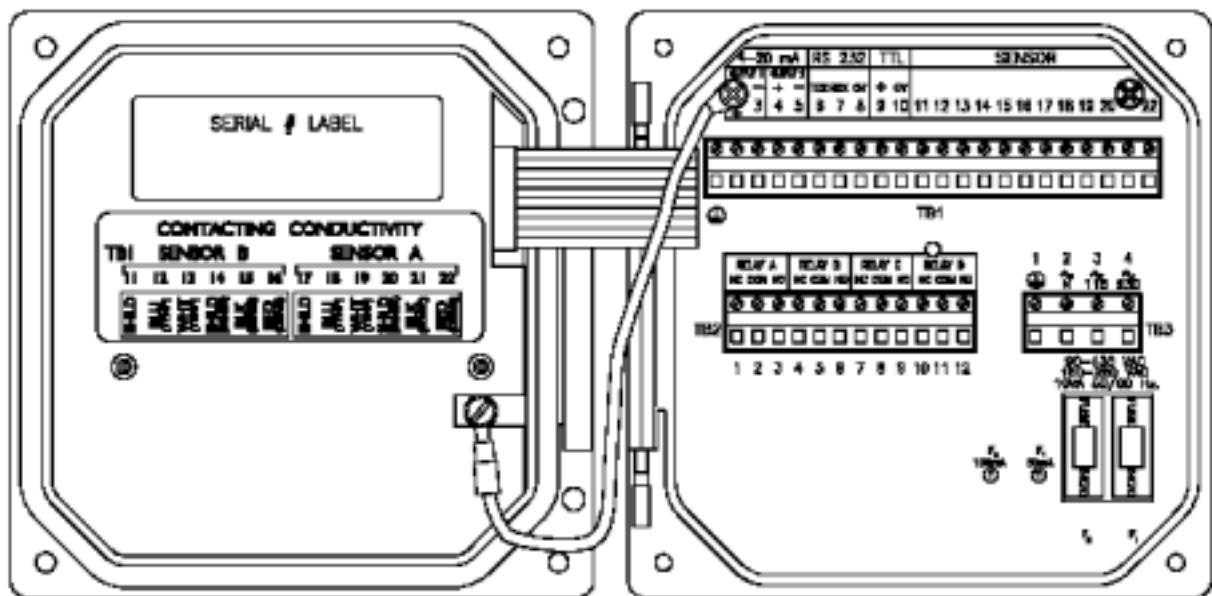

图 2-4 序列号前缀为“A”或者无的测定仪的接线端标识
- 对于序列号前缀为“ A ”为无的测定仪 (图 2-4) , 连接到 TB1 上的“ ground symbol (地线标识)”接线端。